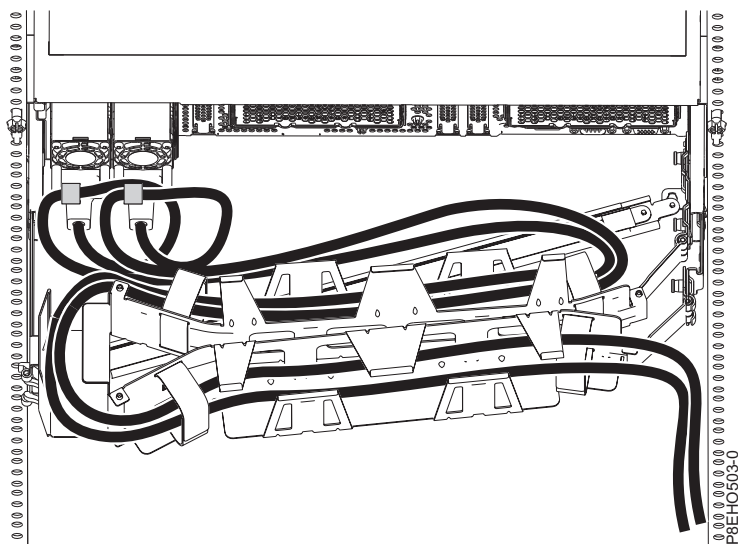
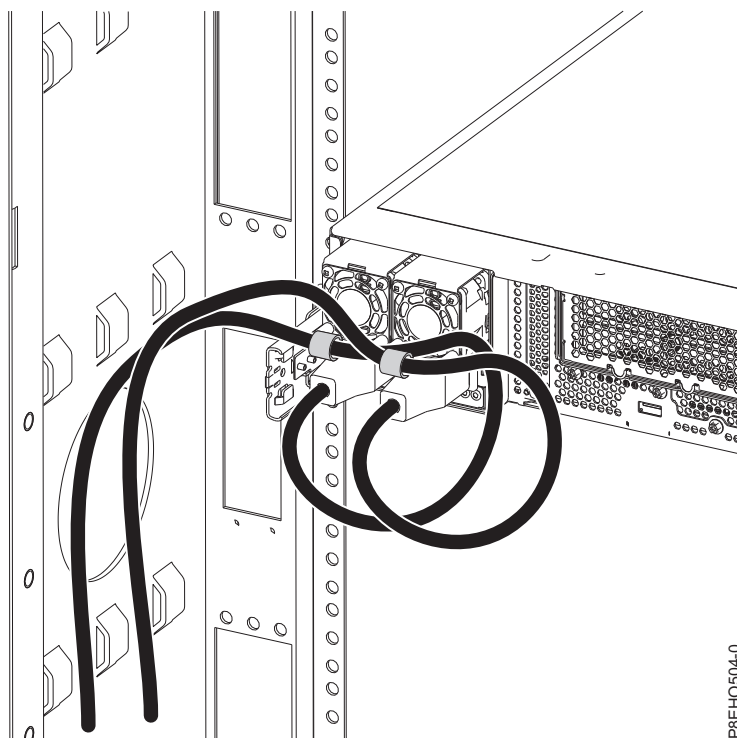

Figura 73. Loop de cabo de energia com roteamento do braço de gerenciamento do cabo. Os loops do cabo de energia no sentido anti-horário para a direita.
Figura 74. Loop do cabo de energia com roteamento da parede lateral. Os loops do cabo de energia no sentido anti-horário para a esquerda.
3. Faça o loop e conecte os cabos de energia na alça da fonte de alimentação. Observe como a energia é um loop; certifique-se de manter pelo menos 5 cm (2 pol.) loop de diâmetro. Há dois tipos de loops, detalhado no Figura 73 e Figura 74 na página 109. Use a fita de velcro para ligar o cabo de energia à alça da fonte de alimentação.